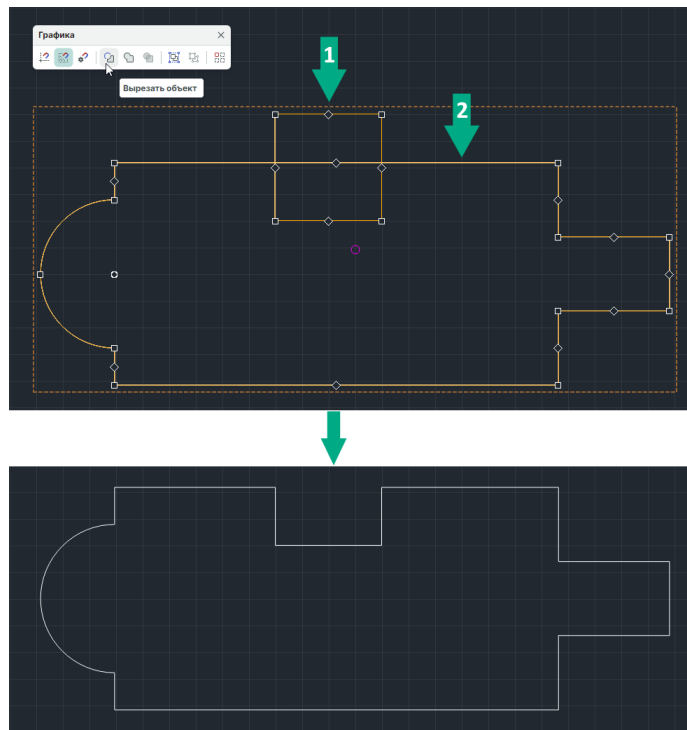

Рис. 118 Создание выреза
2. Переместите созданный объект на границу контура платы таким образом, чтобы его часть, включенная в состав платы, определяла форму и размеры выреза. Поочередно выделите оба объекта, используя клавишу «Ctrl», и на панели инструментов «Графика» используйте инструмент «Вырезать объект», обозначенный символом , см. Рис. 118. Использование данного инструмента возможно только при работе с двумя графическими объектами.